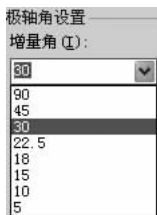

图 3-9 【增量角】
- 【增量角】：用来设置显示极轴追踪对齐路径的极轴角增量。可以输入任何角度，也可以从下拉列表框中选择 90、45、30、22.5、18、15、10 或 5 这些常用角度。（POLARANG 系统变量）【增量角】下拉列表框如图 3-9 所示。